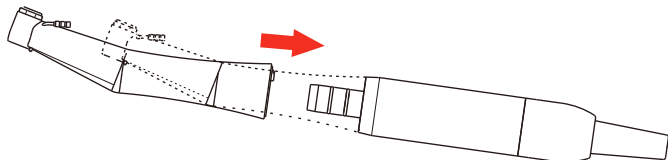

Рис. 6
4.2.6 Подключение наконечника (Рис. 6)